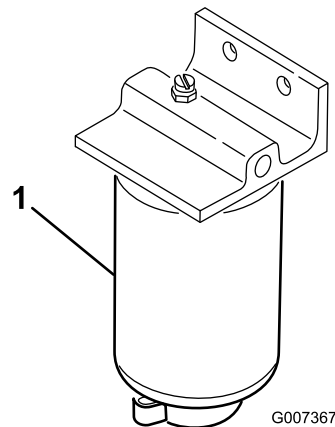

Bild 49
- Stellen Sie einen sauberen Behälter unter den Kraftstofffilter (Bild 49).
2. Reinigen Sie den Anbaubereich der Filterglocke (Bild 49).